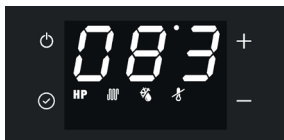

fig. 7 - Dritter Bildschirm
- Dritter Bildschirm: 08 (siehe fig. 7)